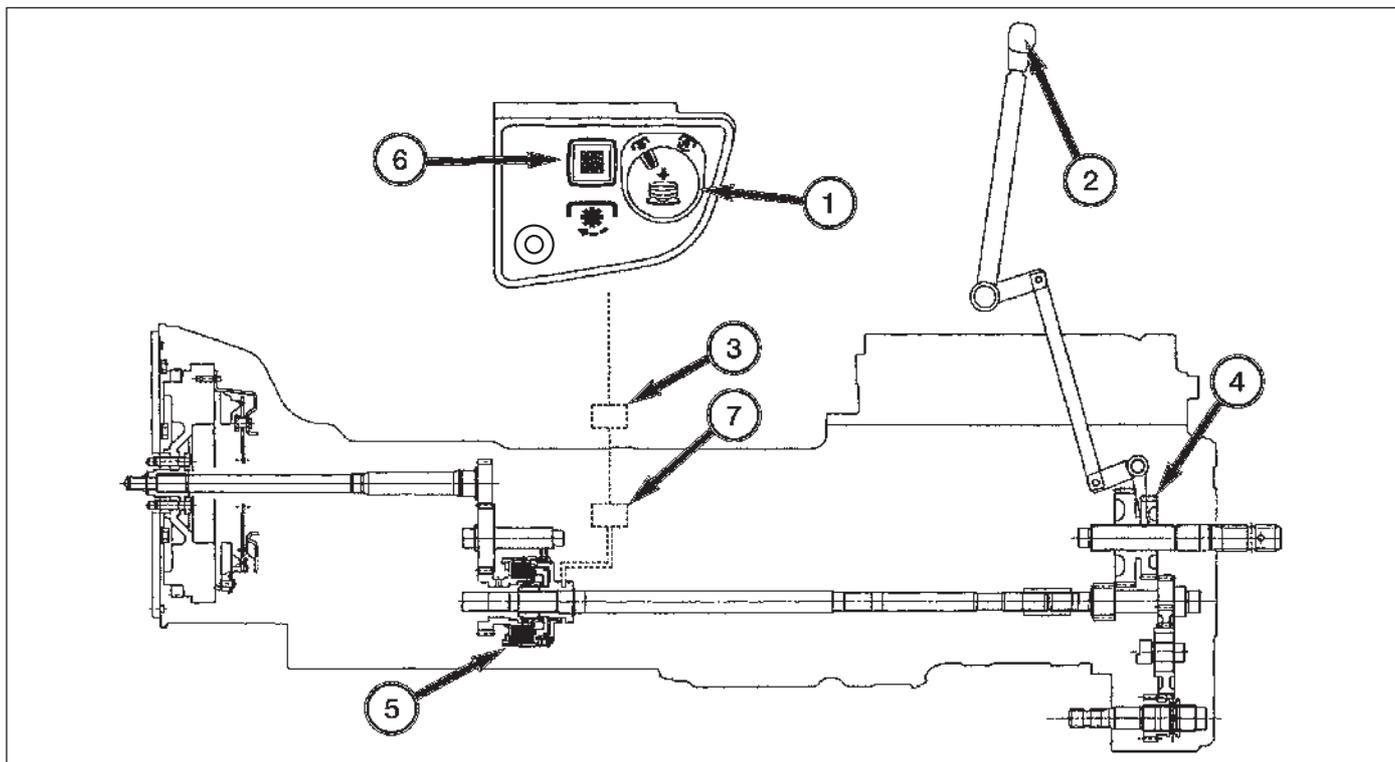

FIG. 5-17
**FIG. 5-17:** Pour sélectionner la prise de force arrière - Assurez-vous que l'interrupteur de prise de force est sur OFF et puis déplacez vers l'arrière le levier de sélection de prise de force centrale, 2, pour engager la prise de force, 4, dans le carter arrière.